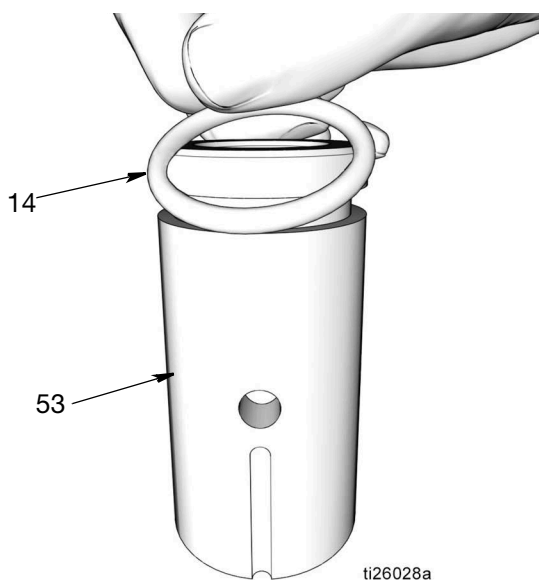

FIG. 40
5. Manchon de l'élément de pompe (53)
- a. Utiliser un chiffon propre pour essuyer le manchon de l'élément de pompe (53) et supprimer toute saleté ou tout contaminant. Examiner la surface et rechercher d'éventuels rayures ou dégâts.
- b. Appliquer une mince couche de graisse sur le joint torique (14). Mettre le joint torique sur le manchon de l'élément de pompe (53) (FIG. 40).